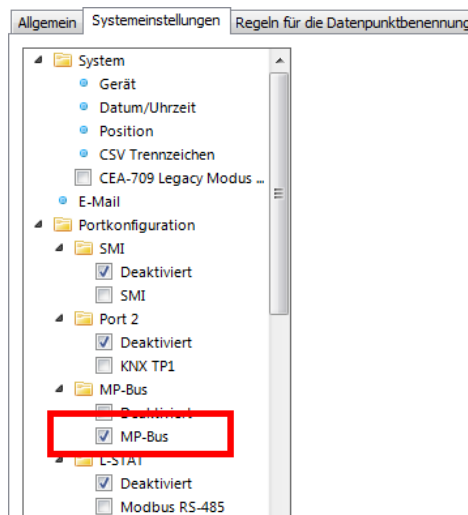

Abbildung 182: Aktivieren von MP-Bus in den Projekteinstellungen.
2. Im Karteireiter **Gerätekonfiguration** haken Sie das Markierungsfeld für das MP-Bus Port an, wie Abbildung 182 gezeigt. Wird ein LMPBUS-804 verwendet, so muss das Protokoll auf dem USB-Port aktiviert werden.